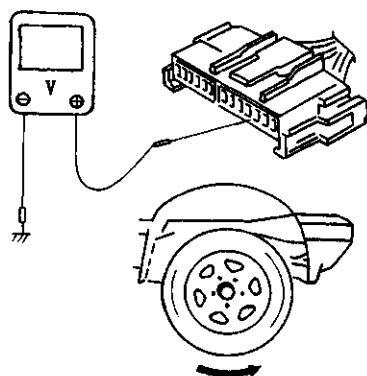

图 2-87 检查车速传感器
- (1) 将汽车举升起。
(2) 放松手制动操作杆,使变速器处于空挡状态。
(3) 拆下组合仪表,断开组合仪表插接件。
(4) 如图 2-87 所示,检查组合仪表接插孔与车身接地电压。将点火开关转至 ON 位置,慢慢转动右后轮,使左后轮锁死。把轮胎转动一会,电压表将在 0~1V 和 4~14V 之间摆动。